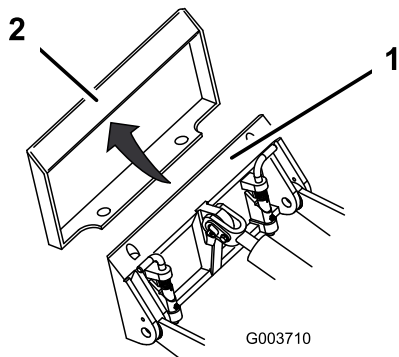

Figure 19
4. Placez la plaque de montage dans le bord supérieur du socle du récepteur de l'outil (Figure 19).